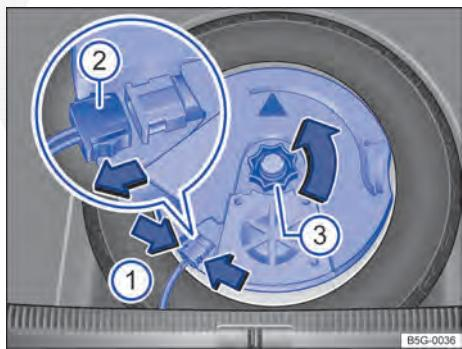

Fig. 210 No compartimento de bagagem: desinstalar a caixa selada.
- Para destravar o conector ⇒ Fig. 210 ②, comprimir as linguetas ⇒ Fig. 210 (setas ①).
- Puxar o conector ② e colocar de lado o cabo elétrico removido.
- Desrosquear o manípulo ③ no sentido anti-horário (seta).